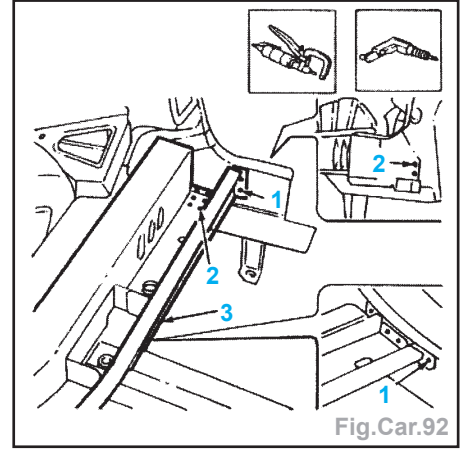

Fig.Car.92
- Dépointer les points de soudure (1 et 2) (Fig.Car.92).